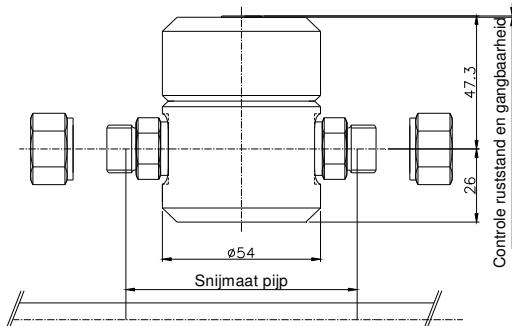

Fig.1: Montagepositie van de BDA06
**Advies:** Als BDA 06 in een nieuwe leiding wordt geplaatst, is het raadzaam eerst de leiding zonder BDA 06 te buigen en te plaatsen. Plaats daarna de BDA 06 zoals in fig. 1 geïllustreerd is.